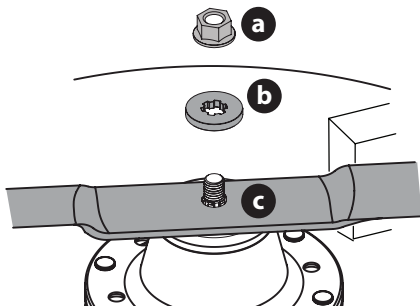

Figure 56
- Retirez le contre-écrou à collerette (a) et la rondelle plate (b) de l'arbre de broche et retirez la lame (c) (Figure 56).